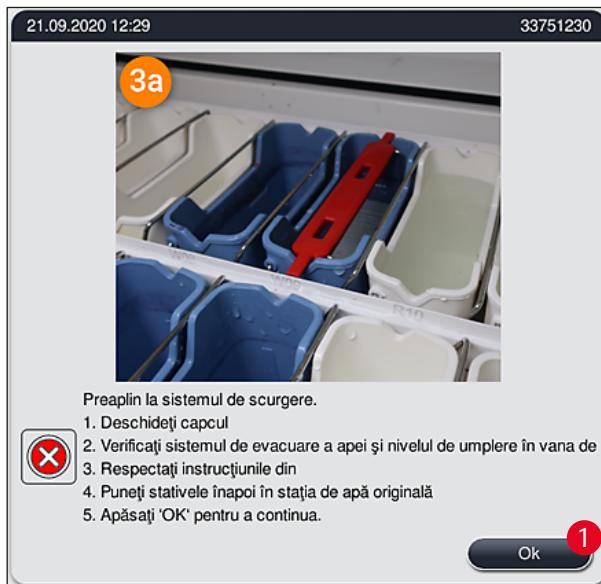
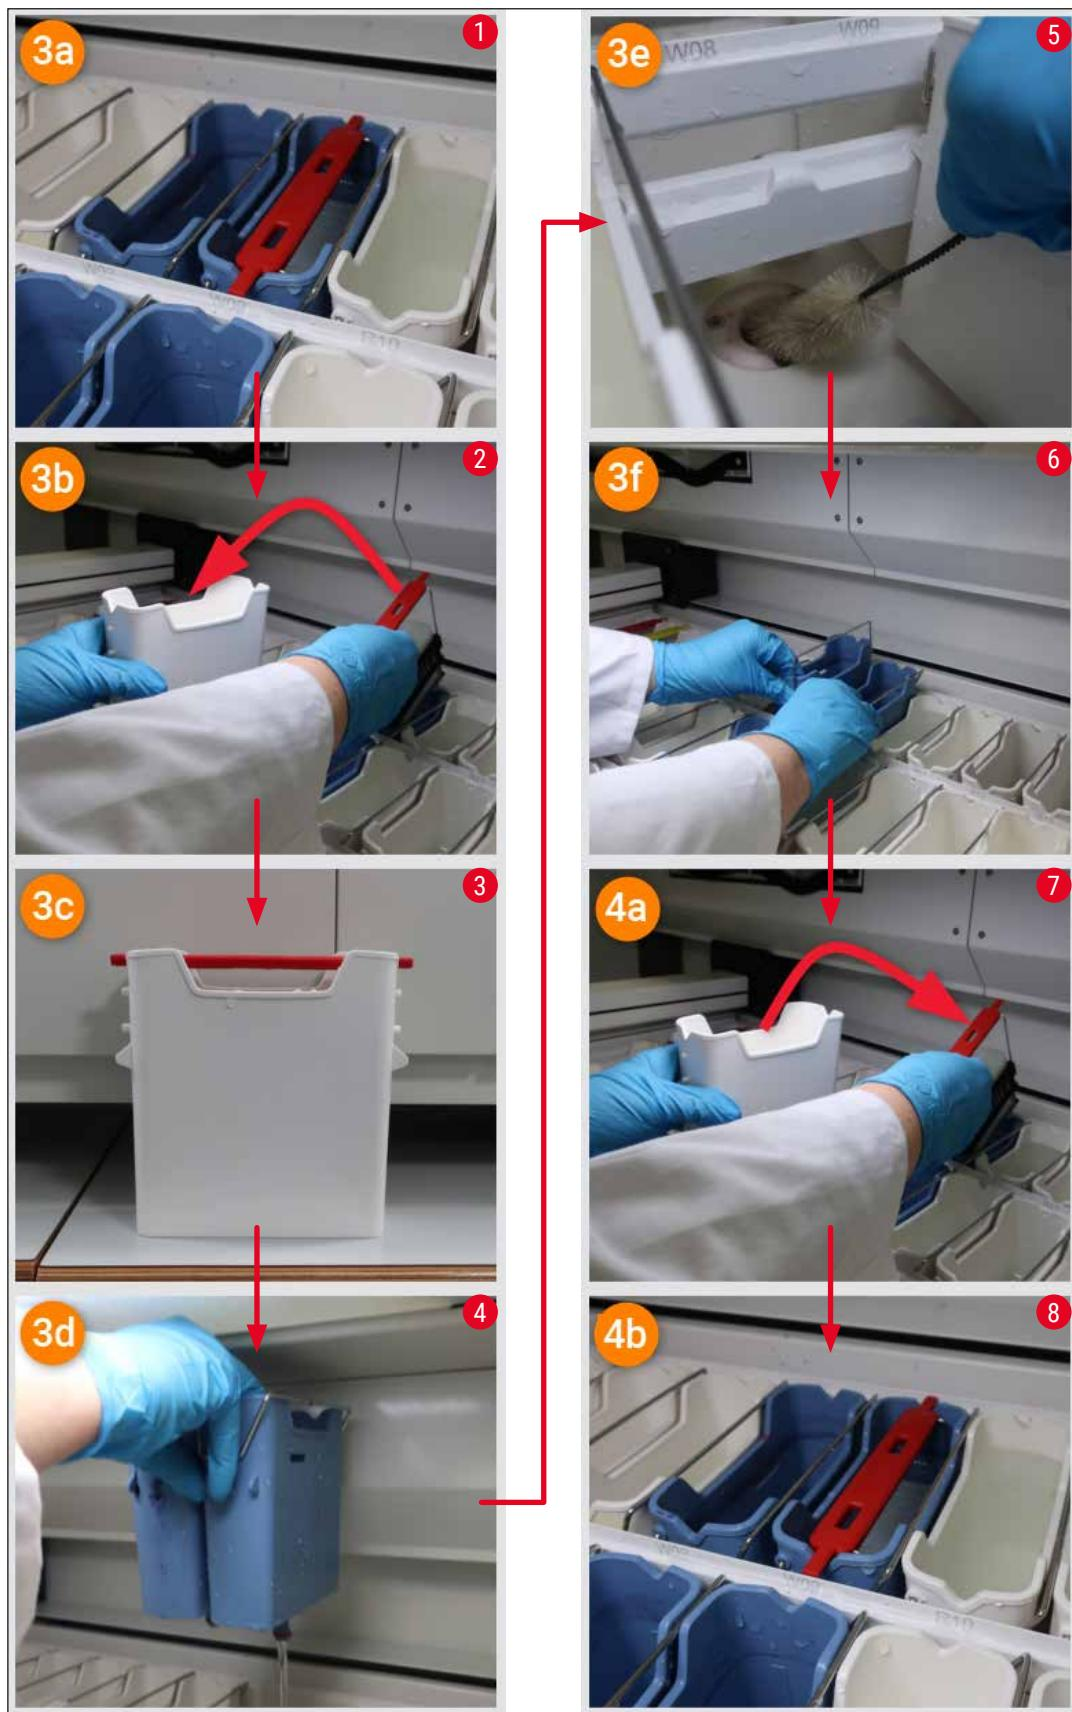

Fig. 122
Fig. 124
Un blocaj al sistemului de golire a apei poate fi cauzat de o crepină de scurgere (→ "Fig. 100-1") sau un furtun de scurgere blocat (→ "Fig. 7-1"). Un astfel de blocaj ar putea duce la creșterea nivelului apei în tava de scurgere. Ca urmare, apa din instrument poate ajunge la un nivel critic. Utilizatorul primește un mesaj de eroare (→ "Fig. 122") pe ecran și se audă o alarmă. Mesajul de eroare ghidează utilizatorul pentru a rezolva blocajul printr-o succesiune de imagini repetitive (→ "Fig. 124").
- Dacă nivelul apei din tava de scurgere scade sub nivelul critic în timpul procesului de remediere, mesajul (→ "Fig. 122") dispare și un alt mesaj de pe ecran informează utilizatorul că procesul de colorare poate fi continuat.